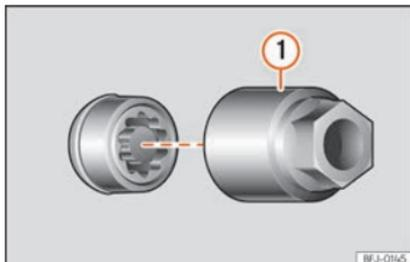

Fig. 35 Parafuso antirroubo com capa de proteção e adaptador.
- Encaixe o adaptador especial »» Fig. 35 ① (ferramenta de bordo »» Página 44) no parafuso antirroubo da roda até ao limite.